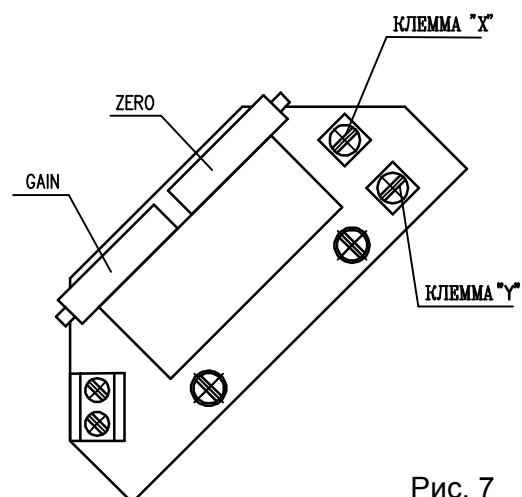

Рис. 7
4.4.1 EPV - 2-проводниковое включение (рис.7)
- Поворачиванием устанавливающего триммера GAIN (рис.7) установите величину выходного сигнала тока, измеряемого на клеммах 81-82, на величину 20 mA.
- Установите датчик сопротивления на основании инструкций в предыдущей главе так, что величину сопротивления измеряйте на клеммах X-Y (рис.7).
- Поворачиванием устанавливающего тюннера ZERO (рис.7) установите величину выходного сигнала тока, измеряемого на клеммах 81-82, на величину 4 мА.
- Поворачиванием устанавливающего тюннера GAIN (рис.7) установите величину выходного сигнала тока, измеряемого на клеммах 81-82, на величину 20 мА.